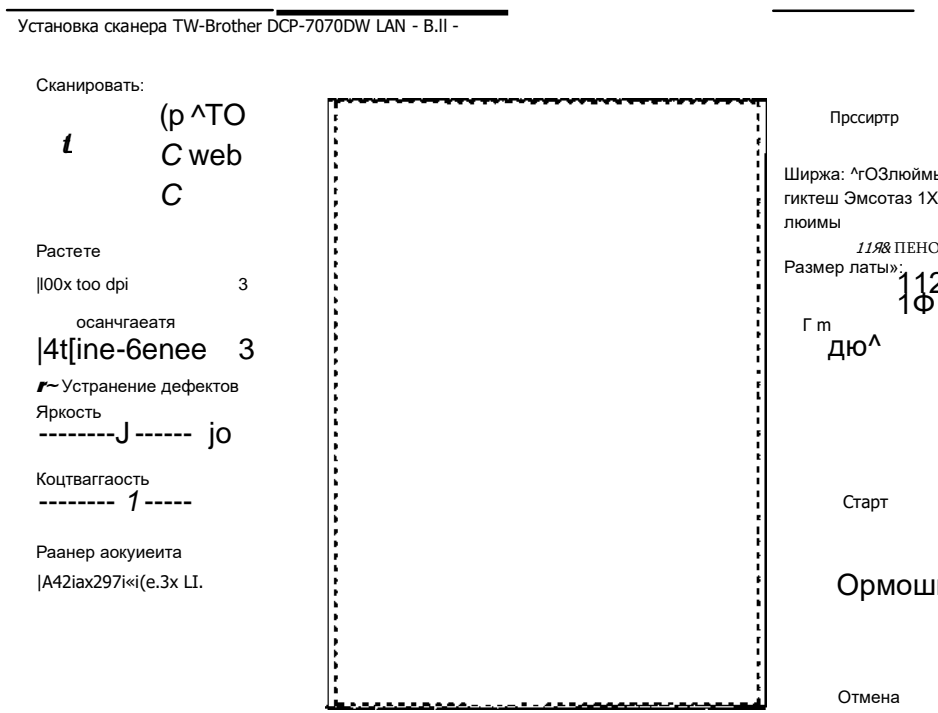

Рис. 3. Выбор установки
2.5. Выбрать установки сканирования: режим — Чёрно-белое (рис. 3).